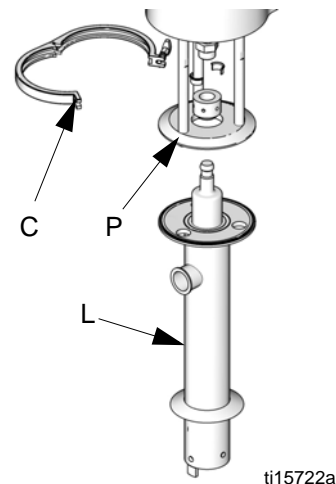

FIG. 5. Scollegare la pompa volumetrica
4. Tenere il raccordo del riduttore con una chiave. Usare una chiave per dadi cilindrici (T)* per allentare il dado di accoppiamento. *È disponibile una chiave inglese specifica Graco (codice 112887).
7. Vedere FIG. 5. Rilasciare il morsetto (C) che mantiene la pompa volumetrica (L) collegata alla piastra del tirante (P).